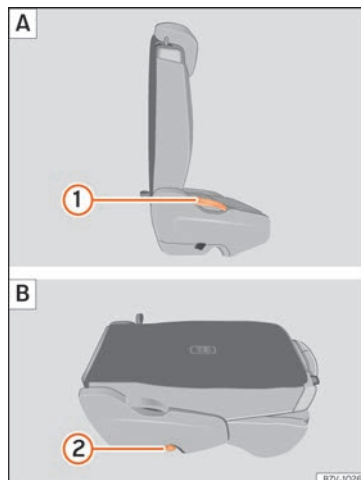

Fig. 166 Segunda fila de asientos: pliegue el asiento trasero A, asiento trasero como superficie de carga B.
- Tire de la palanca » **fig. 166 ①** hacia arriba y pliegue el respaldo hacia delante. La banqueta completa se pliega hacia delante » **△.**
- Baje el respaldo plegado hacia delante hasta que esté encastrado en la posición de la superficie de carga » **fig. 166 B.**
- Tire de la palanca » **fig. 166 ①** hacia arriba y coloque el respaldo en vertical. El asiento completo se pliega hacia atrás.